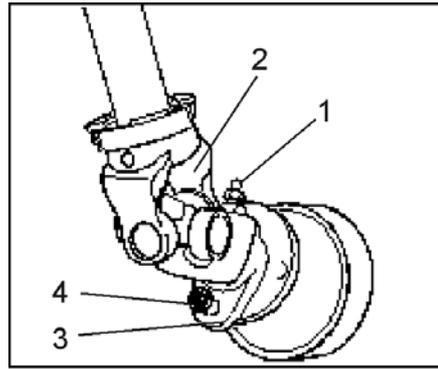

Fig. 10
- Desserrez le graisseur (Fig. 10/1) et introduisez la transmission (Fig. 10/2).
- Fixez la mâchoire à oreille (Fig. 10/3) en utilisant le boulon de cisaillement (Fig. 10/4).
- Resserrez le graisseur (Fig. 10/1).